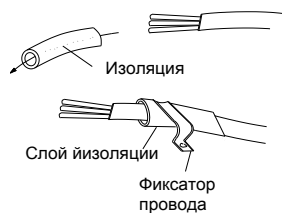

Рис. 31
- (3). Фиксация кабеля питания. После прокладки электрических кабелей и проводки к клеммной колодке, закрепите ее с помощью фиксатора проводки. (Рис. 31)